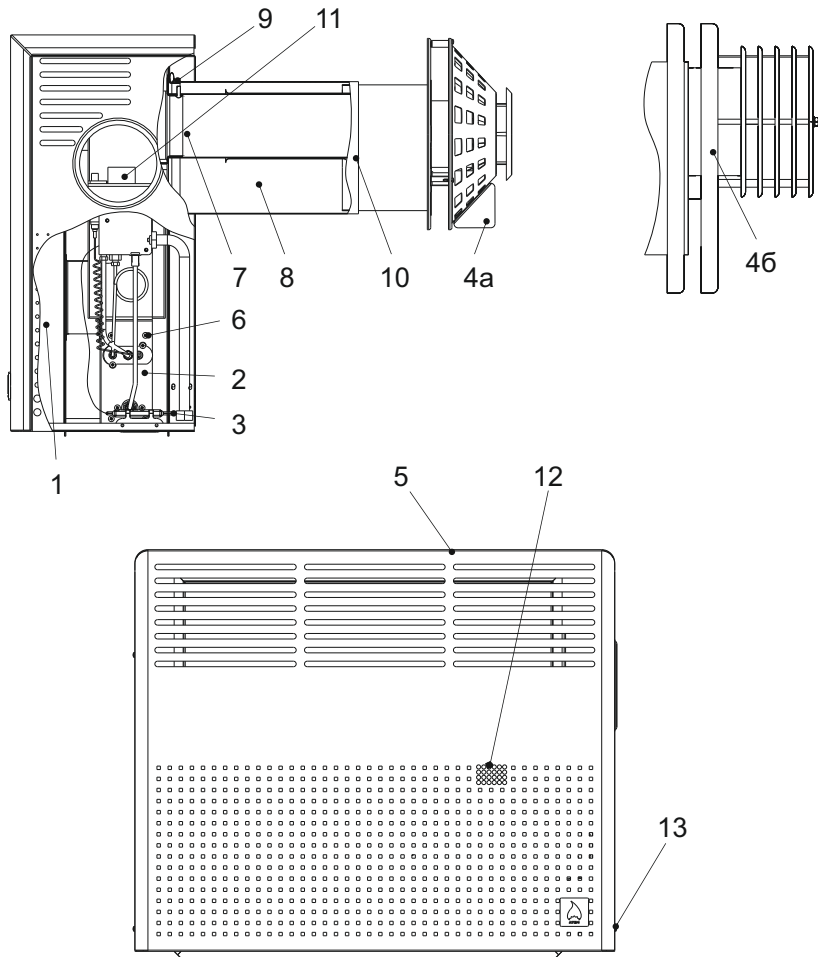

Рис. 1. Устройство конвектора
- 5.1.** Конвектор (рис.1) состоит из таких основных частей: корпуса с герметичной камерой сгорания, дымовоздушного блока, газогорелочного устройства, крышки, закрывающей верхний проем, облицовочного кожуха. Для обеспечения герметичности камеры сгорания конвектора между корпусом и дымовоздушным блоком, газогорелочным устройством, крышками установлены прокладки из базальтового картона.
6.3. **Установка конвектора должна выполняться в соответствии с требованиями норм и стандартов, действующих в стране Покупателя, а также в соответствии с таблицей 3, в такой последовательности: (см. рис. 1,2)**